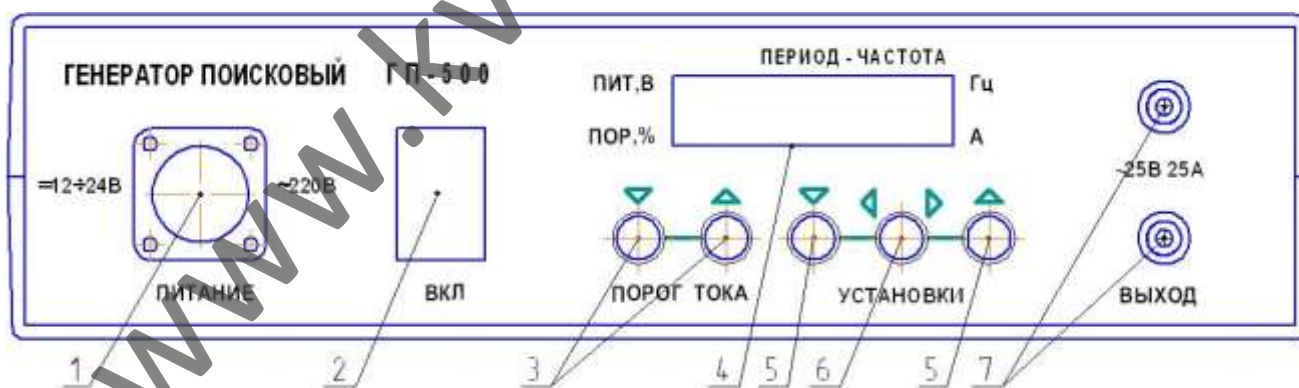
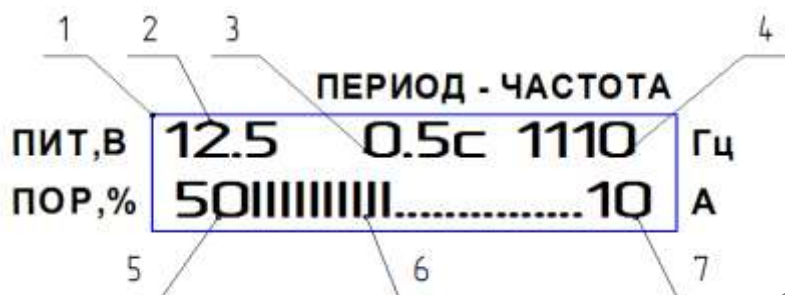

Рис.1. Лицевая панель генератора.
Рис.2. Символьный индикатор
Конструктивно генератор собран в пластмассовом прямоугольном корпусе. Все органы управления и индикации расположены на лицевой панели прибора (рис.1).
Режим работы и состояние всех установок контролируется с помощью символьного индикатора (рис.2). Он является одновременно световым индикатором включенного состояния генератора и в темноте имеет фоновую подсветку символов.
Перед включением генератора сетевым переключателем 2 на рис.1 генератор должен быть подключен через разъем шнуром с вилкой к сети переменного тока 220 В или, двумя проводами с зажимами, к аккумулятору 24 или 12 В. После включения тумблера питания на символьном индикаторе генератора появляется информация и генератор переходит в тот режим работы, из которого он был выключен. Перед соединением клемм «Выход» генератора с нагрузкой следует выбрать нужный режим работы.
Кнопками 3 «Порог тока» можно непосредственно выбрать максимальный уровень выходного тока генератора в процентах от максимального значения (25 А). Для уменьшения максимального выходного тока используется левая кнопка (со стрелкой вниз), а для увеличения — правая кнопка (со стрелкой вверх). Каждое нажатие кнопки генератор подтверждает коротким звуковым сигналом. Изменения заданного максимального порога тока отображаются цифрами в левом нижнем углу индикатора (рис. 2). Начинать подключение неизвестной нагрузки рекомендуется с минимального уровня тока (10 - 20%).
Три кнопки (5, 6 на рис. 1) служат для установки всех остальных параметров генератора, доступ к которым осуществляется реже. Все регулировки начинаются с нажатия кнопки (6) управления курсором индикатора (мигающего индикатора, который выделяет один из символов). После первого нажатия на кнопку 6 курсор устанавливается на младшей цифре значения периода модуляции выходного тока (3 рис. 2). Если, при выделенной цифре периода, нажимать кнопки (5), то можно последовательно уменьшать или увеличивать период модуляции. При установке периода модуляции в значение «0,0» модуляция отключается, и генератор работает непрерывно.
Второе нажатие кнопки управления курсором сдвигает курсор вправо и выделяет цифру, отображающую единицы тысяч Герц частоты генератора на выходе (6 рис.2). Кнопками 5 (при выделенном символе единиц тысяч) можно выбрать желаемое значение или оставить прежнее.
Третье нажатие кнопки 6 рис.1 перемещает курсор индикатора дальше вправо на сотни Герц. В режиме выделения сотен Герц их значение можно изменить кнопками увеличения и уменьшения (5 рис.1).
Четвертое нажатие кнопки курсора 6 рис.1 перемещает курсор индикатора на десятки Герц. Десятки герц также доступны для изменения. Минимальная частота настройки генератора составляет 100Гц, а максимальная 9990Гц. При попытке установить меньшее значение частоты, генератор подаст предупредительный длинный звуковой сигнал. Дальнейшее нажатие кнопки управления курсором вернет указатель курсора в первую позицию и так по кругу. Через десять секунд, после последнего нажатия любой кнопки 5 или 6 «Установки», курсор погаснет. Для повторной настройки параметров генератора нужно вновь вызвать указатель курсора на индикаторе кнопкой 6 рис.1.